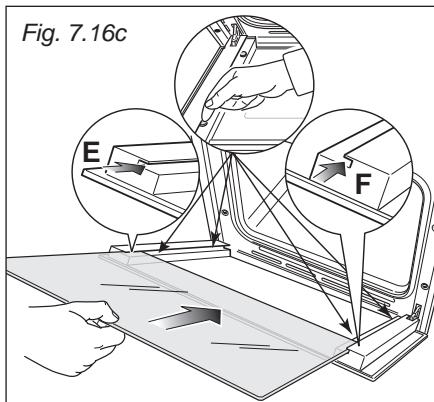
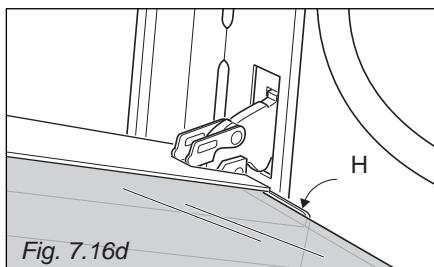

Fig. 7.16c
Fig. 7.16d
- Insérez la vitre dans les rails de guidage "E", et "F", (fig. 7.16c) et faites-la glisser en douceur jusqu'aux butées "H" (fig. 7.16d).